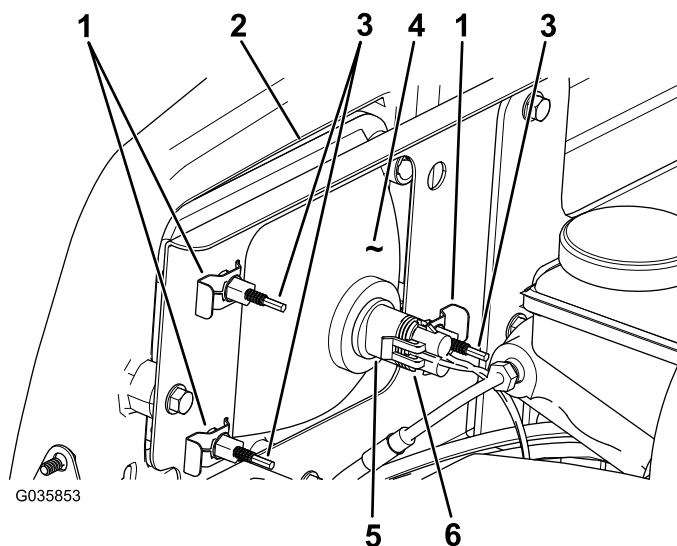

Figure 41
3. Débranchez le connecteur électrique de faisceau du connecteur du phare (Figure 41).
4. Déposez les clips rapides qui fixent le phare à son support (Figure 41).
5. Sortez le phare en le déplaçant vers l'avant à travers l'ouverture dans le pare-chocs avant (Figure 41).
6. Montez le phare neuf par l'ouverture dans le pare-chocs (Figure 41).
8. Branchez le connecteur électrique de faisceau sur le connecteur de l'ampoule (Figure 41).
2. Au dos du phare, tournez les vis de réglage (Figure 41) pour orienter le phare et aligner la position de son faisceau.